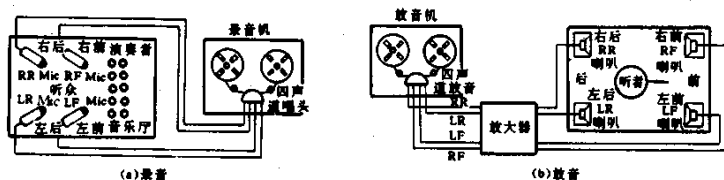

图 2-3-23 分离式四声道系统的录音与放音
(1) 分离式四声道系统(4-4-4制)：这是利用磁带最早实现四声道化的方式，是由四路录音通道（第一个4的含义）、四路传输系统通道（第二个4的含义）、四路重放系统通道（第三个4的含义）构成。从现场的四个方向，即在右前(RF)、右后(RR)、左前(LF)和左后(LR)四个位置上放置传声器进行录音，并分别记录在录音磁带的四条音轨上。放音时，再经过四路放大器输出至四只扬声器。此四只扬声器也分别对应地放置于右前、右后、左前和左后四个位置上，如图2-3-23所示。
(2) 矩阵制四声道立体声系统(4-2-4制)：该4-2-4制中的第一个数字4表示录音时用四个通道在四个方向分别拾音；第二个数字2表示两个声道记录或传输，即将拾取的四个声道的信号，借助编码矩阵，组成两个复合信号来传输或记录在唱片槽45°/45°两个方向上；第三个数字4表示重放时用四个通道，即将两个复合信号解码，重新分解成四个重放信号分送到四组音箱中去放音。